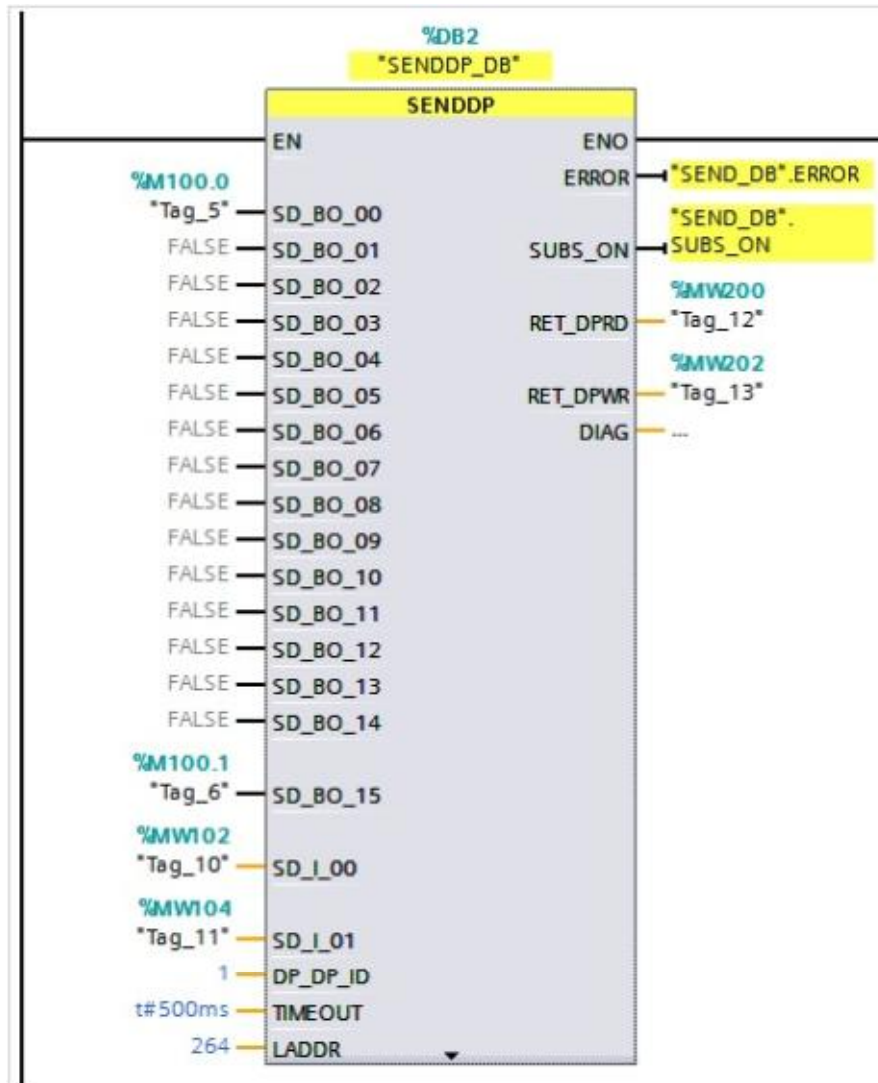

图 2-21 1500F 侧 SENDDP 指令程序
7) 打开“程序块”下面的“ Main_Safety_RTG1”（FB1），调用 SENDDP 数据发送功能指令。注意：必须在安全程序结束时调用 SENDDP，在网络最后调用发送功能指令，如图 2-21。